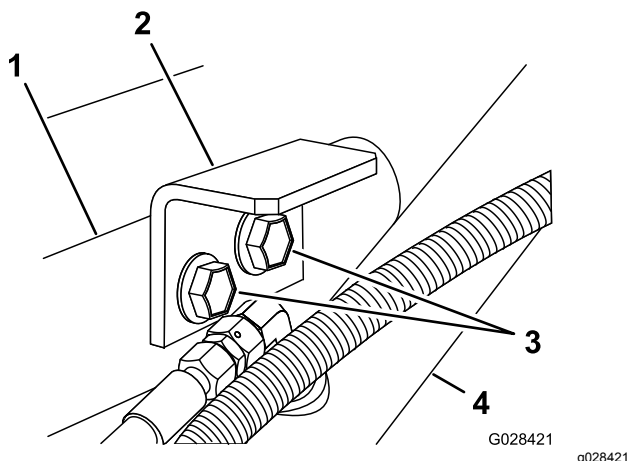

Figure 7
3. Fixez les pattes de maintien au support et au cadre au moyen des 2 boulons à embase et écrous à embase que vous avez retirés à l'opération 1 (Figure 7).